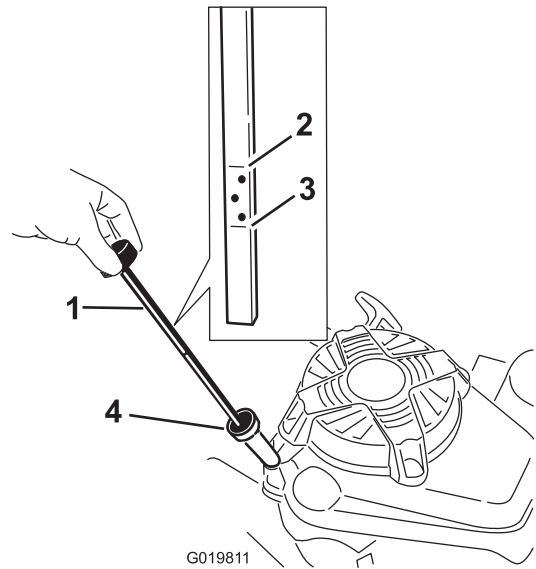

Bild 7
6. Lesen Sie den Ölstand am Peilstab ab. (Bild 7)
3. Wenn das Kurbelgehäuse leer ist, füllen Sie ungefähr 3/4 des Ölfassungsvermögens des Kurbelgehäuses in den Öleinfüllstutzen (Bild 7).